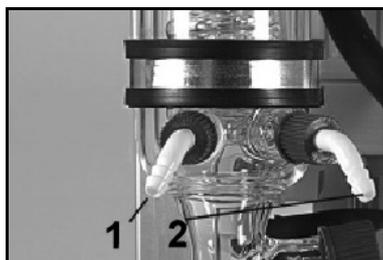

Fig. 16: collegamento del liquido refrigerante condensatore ad alto rendimento
i I collegamenti del liquido refrigerante sul condensatore ad alto rendimento sono progettati per tubi flessibili di diametro interno di 8 mm. Per l'ingresso e l'uscita del liquido refrigerante v. fig. 16, pagina 30.
i I collegamenti del liquido refrigerante sul condensatore ad alto rendimento sono progettati per tubi flessibili di diametro interno di 8 mm. Per l'ingresso e l'uscita del liquido refrigerante v. fig. 16.
- i** Per l'ingresso e l'uscita del liquido refrigerante v. fig. 16, pagina 30.